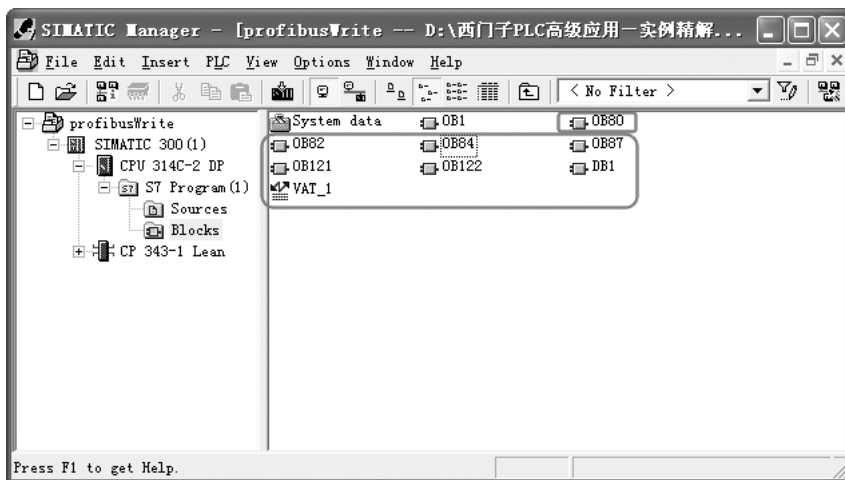
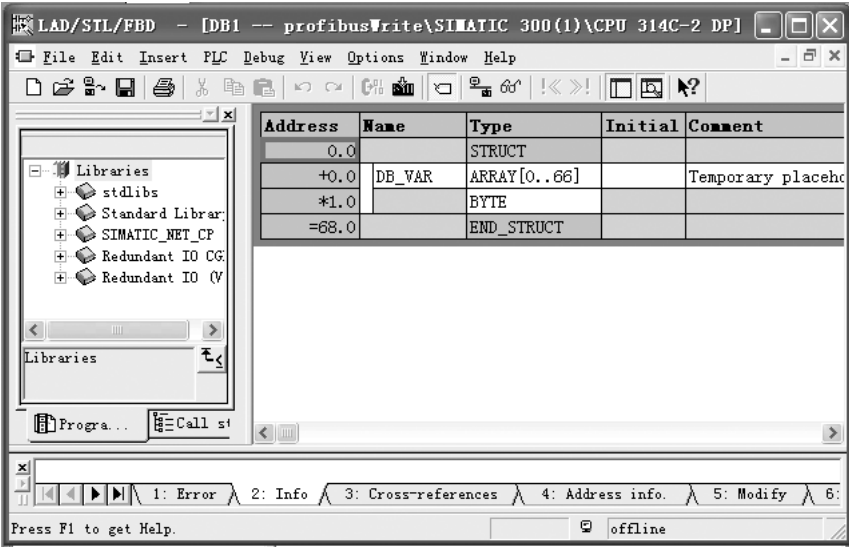
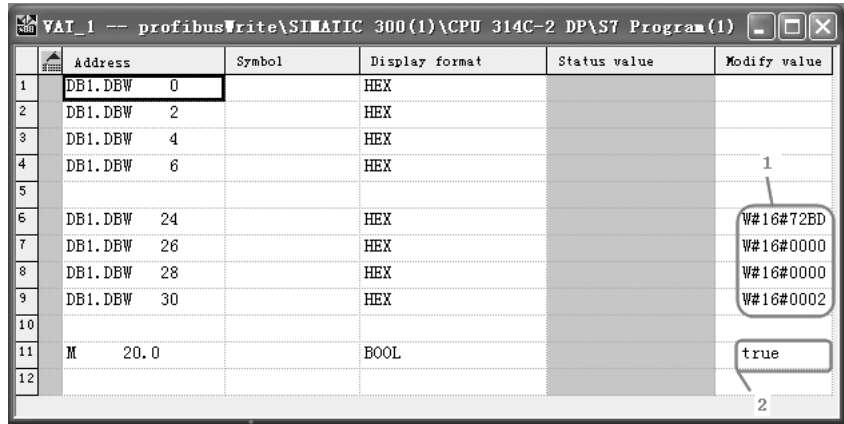

图 11-32 插入组织块、数据块和参数表
图 11-33 在数据块中创建数组
图 11-34 在参数表中输入 PKW 参数
6) 插入组织块、数据块和参数表。返回 SIMATIC Manager 界面，插入组织块 OB80、OB82、OB84、OB87、OB121 和 OB122，再插入数据块 DB1 和参数表 VAT_1，如图 11-32 所示。
7) 在数据块中创建数组。双击如图 11-32 中的数据块“DB1”，创建数组“DB_VAR”，如图 11-33 所示。
8) 在参数表中输入 PKW 参数。双击如图 11-32 中的参数表“VAT_1”，弹出参数表，如图 11-34 所示。“1”处的参数为写入 MM440 变频器的参数，“2”处的参数为向变频器读写参数的开关。
在编写程序前先对图 11-34 中参数表中的含义进行解释。